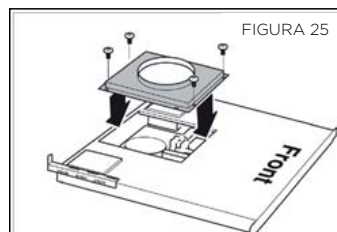

FIGURA 25
- La placa de conexión se instala con 4 tornillos como se muestra en FIGURA 25.